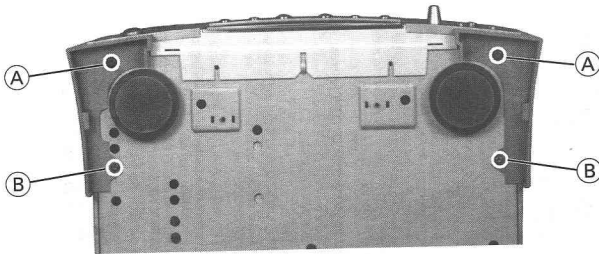
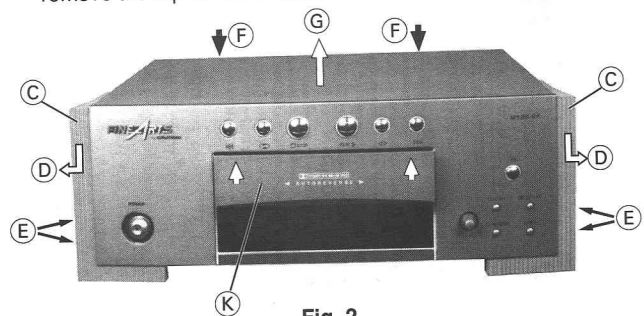

Fig. 1
Fig. 2
- 2 Schrauben (A) und 2 Schrauben (B) herausdrehen (Fig. 1).
- Seitenteile (C) in Pfeilrichtung (D) schieben und abnehmen.
2. Gehäuseoberteil abnehmen, Fig. 2
- 4 Schrauben (E) und 2 Schrauben (F) (Rückseite) herausdrehen.
- Drücken Sie die beiden Gehäuseseiten etwas nach außen und nehmen Sie das Oberteil in Pfeilrichtung (G) ab.
- Undo 2 screws (A) and 2 screws (B) (Fig. 1).
- Move the side parts (C) in the direction of arrow (D) (Fig. 2) and remove them.
2. Removing the top of the cabinet, Fig. 2
- Undo 4 screws (E) and 2 screws (F) (on the rear).
- Push the two sides of the cabinet apart by a small amount and remove the top of the cabinet in the direction of arrow (G).
- Schubladenabdeckung mit Aluabdeckung (K) nach oben abziehen (Fig. 2).
- Pull out the front of the drawer together with the aluminium plate (K) (Fig. 2) towards the top.